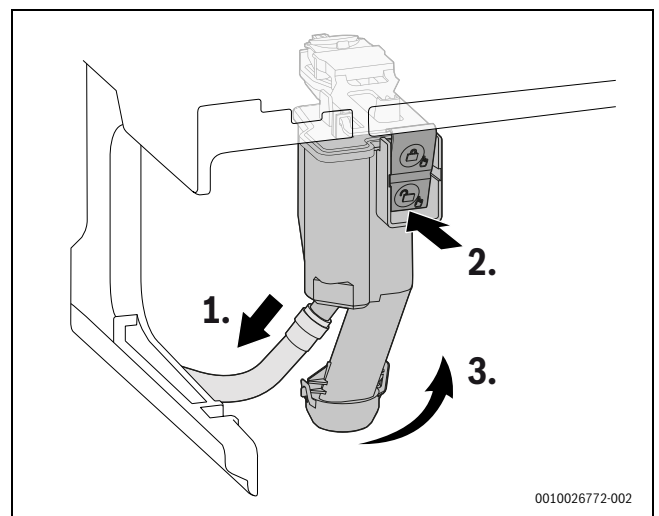

Bild 158 Kondensatsiphon ausbauen
- ▶ Kondensatsiphon aus dem Gerät nehmen (→ Bild 158, Seite 75).